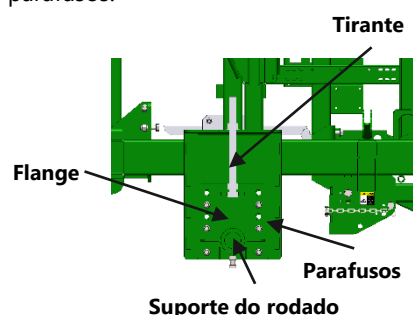

Fig. 6.24: Vista por detrás do rodado.
2. Remova todos os parafusos que fixam a flange do suporte da roda (Fig. 6.24);